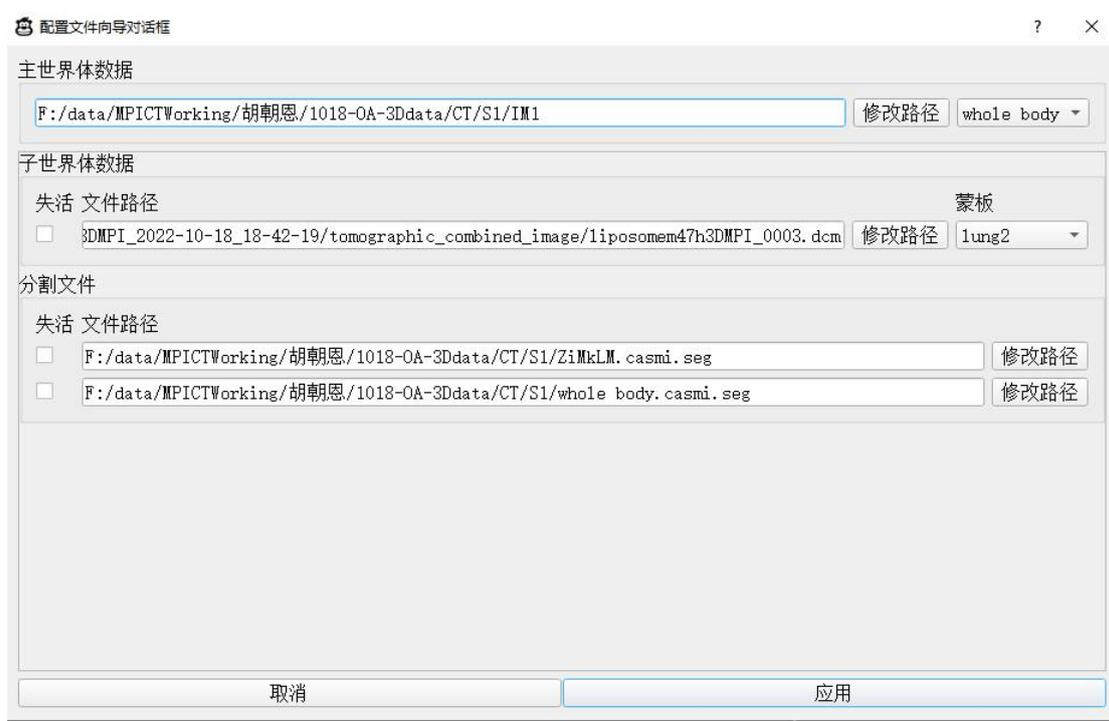

图 4.2.4 检查融合工程文件
- 3) 检查文件路径是否正确，点击应用，自动打开所有文件并加载配置，如图 4.2.4 所示。